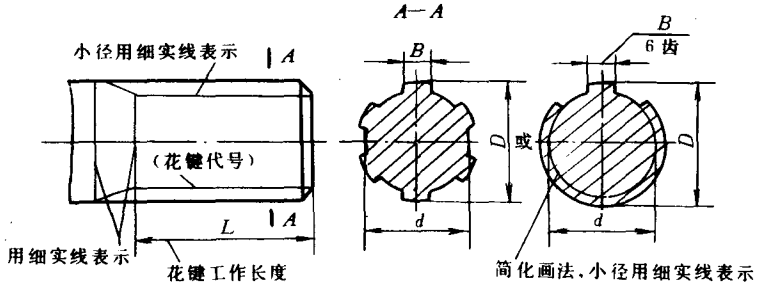
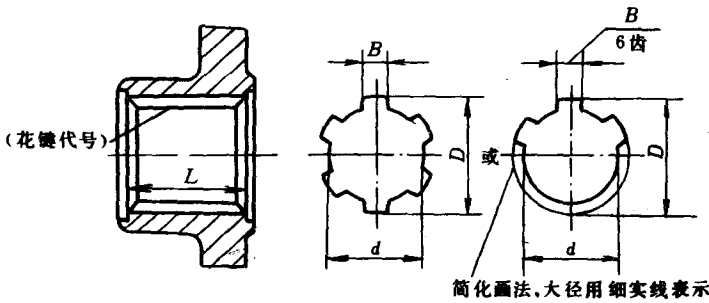

图 1-9 外花键的画法
图 1-10 内花键的画法
2) 矩形花键的形式和标记 外花键的画法见图 1-9, 内花键的画法见图 1-10。